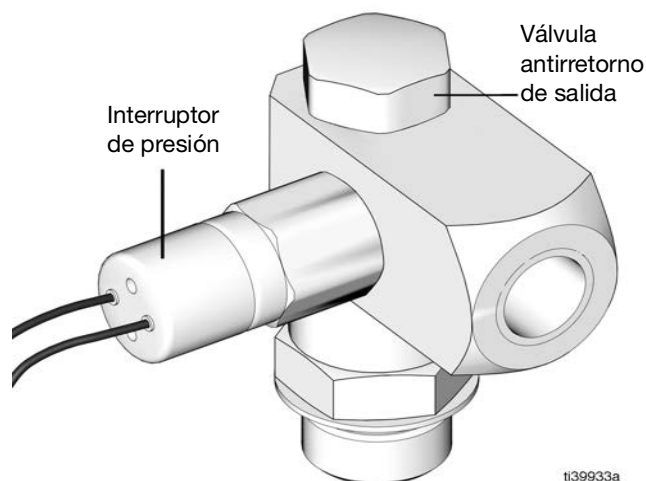

FIG. 7
El interruptor de presión (C) (**Identificación de componentes**, página 7) viene ajustado de fábrica a 3,24 MPa (32,4 bar, 470 psi). Una vez que la presión en el sistema alcanza 3,24 MPa (32,4 bar, 470 psi), el interruptor de presión (C) se abre y para el motor (FIG. 7).
La bomba está equipada con una válvula antirretorno de salida (E) estándar (**Identificación de componentes**, página 7). Si necesita una válvula antirretorno con alivio térmico, compre la pieza n.º 133097 y reemplace la válvula antirretorno estándar (FIG. 7).